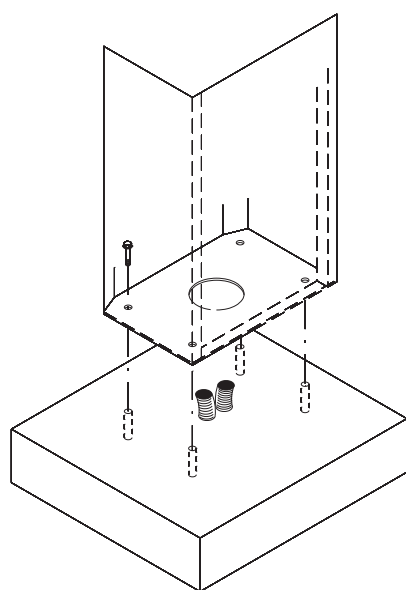
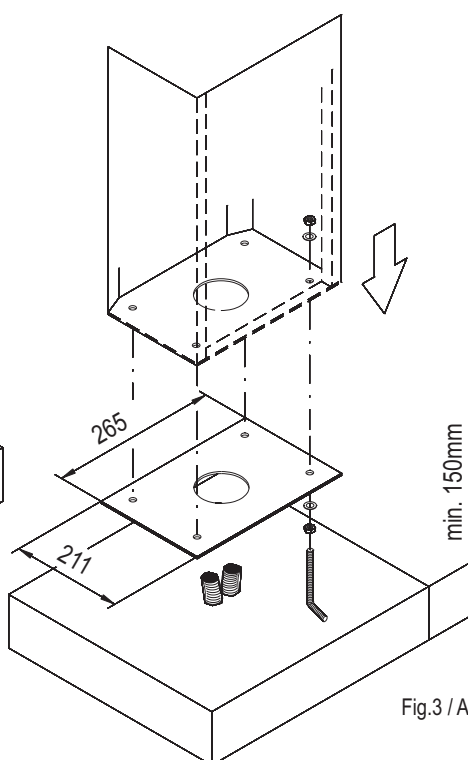

Fig.2 / Abb.2
Fig.3 / Abb.3
If the RAP-4 rests on a solid cement base, it may be fixed directly to the ground with 4 screw anchors dia. 12 (fig. 2) otherwise fixing may be done using the plate provided together with 8 nuts, 8 washers dia. 12 and 4 rag bolts (fig. 3). In this case, proceed as follows:
Wenn die RAP-4 auf einer soliden Grundlage aus Zement aufliegt, kann eine Schwelle mit 4 Spreizdübeln Ø 12 (abb. 2) direkt befestigt werden, bzw. kann die Befestigung mit Hilfe der Platte erfolgen, die zusammen mit 8 Muttern, 8 Unterlegscheiben Ø 12 und 4 Ankern geliefert wird (abb. 3). In diesem Fall ist wie folgt zu verfahren:
3. Die Montage **Platte-Anker** (abb. 3) durchführen.
Als de RAP-4 op een solide betonnen fundering steunt, dan kan de slagboom met 4 expansiepluggen met een diameter van 12 mm (fig. 2) rechtstreeks aan de grond bevestigd worden of de slagboom kan met behulp van de plaat bevestigd worden die met 8 moeren, 4 onderleggingen met een diameter van 12 mm en 4 ankers (fig. 3) bij de levering van de slagboom inbegrepen is. In dat geval moet u als volgt te werk gaan:
3. Monteer de **plaat met de ankers** (fig. 3).